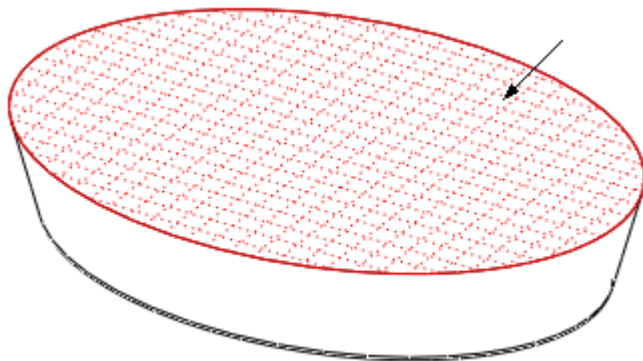

图 50-26
(1) 在选择过滤器栏中选择“几何”，用光标拾取模型的底面，如图 50-26 所示。